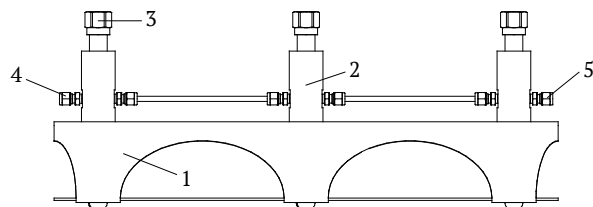

Рис. 5. Внешний вид коллектора:
4.5 Внешний вид коллектора на 3 СИ показан на рис. 5.